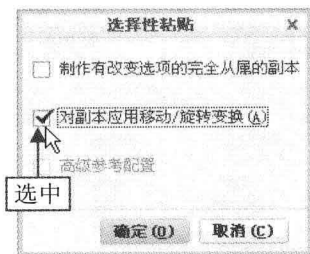

图 11-45 选中相应复选框
Step 02 单击“粘贴”右侧的下拉按钮，在弹出的下拉列表中选择“选择性粘贴”选项，弹出“选择性粘贴”对话框，选中相应的复选框，如图 11-45 所示。